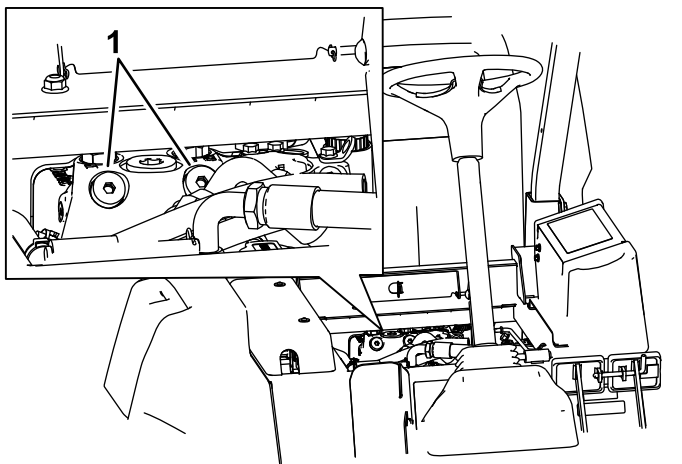

Figura 38
1. Sollevate il sedile e individuate le valvole di bypass, che sono posizionate sotto la parte anteriore del serbatoio del carburante (Figura 38).